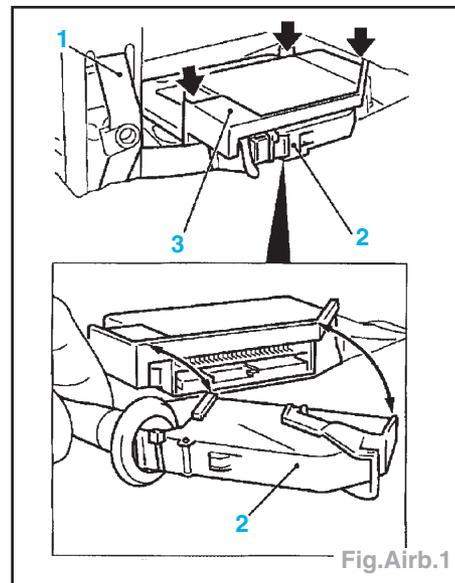

Fig.Airb.1
- Dévisser l'appui (1), débrancher le connecteur (2) du calculateur, déposer les 3 écrous et le calculateur (3) (Fig.Airb.1).